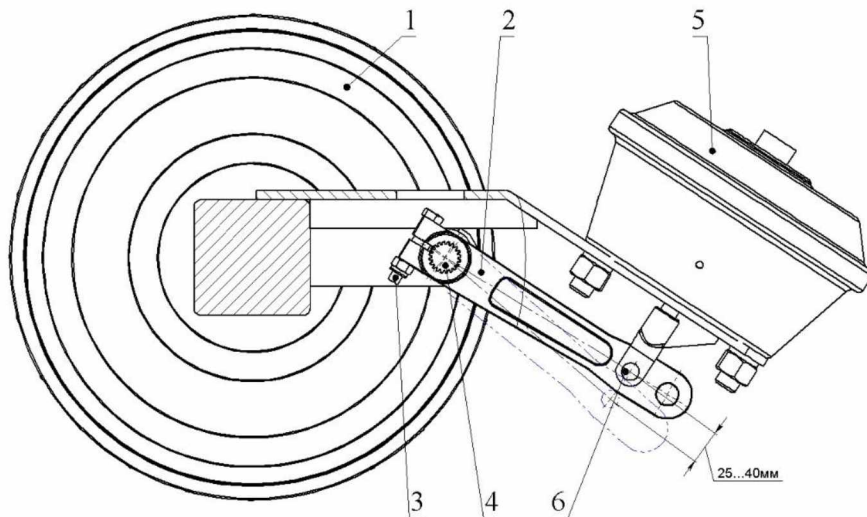

Рисунок 7.2 – Схема регулировки тормозов
- расстопорить ось эксцентрик привода тормозов 4 (рисунок 7.2) рычага регулировочного 2, отвернув фиксирующий болт 3;
| Проверить ход штоков тормозных камер и, при необходимости, отрегулировать согласно 7.2.2 | Ход штоков тормозных камер от 25 до 40 мм (рисунок 7.2) | Линейка-150 ГОСТ 427-75 Комплект инструмента и приборов трактора |
| Проверить ход штока тормозных камер и, при необходимости, отрегулировать согласно 7.2.2 | Ход штоков тормозных камер от 25 до 40 мм (рисунок 7.2) | Линейка-150 ГОСТ 427-75 Комплект инструмента и приборов трактора |